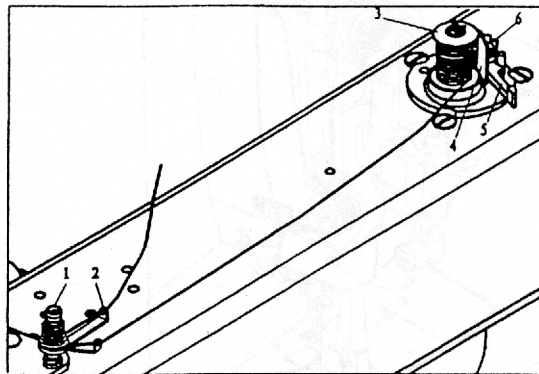

Fig.3
6. REGLAGE DU DEVIDOIR (Fig. 3)